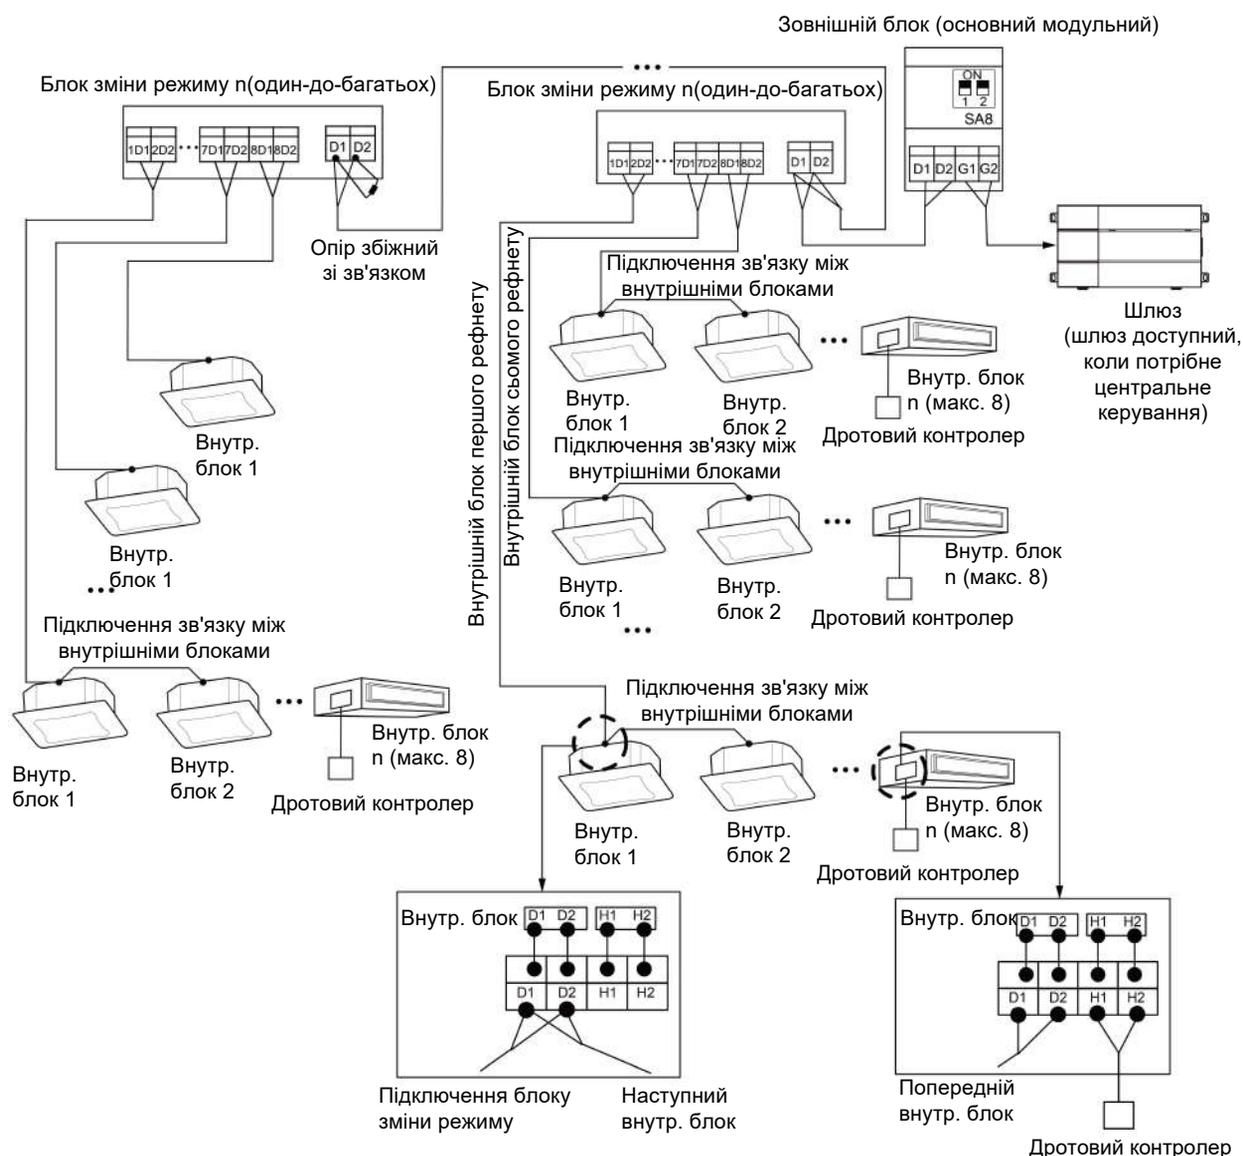

Рис.5.3.3
- (1) Відкрийте кришку електричної коробки внутрішнього блоку.
- (2) Протягніть кабель зв'язку через гумове кільце.
- (3) Під'єднайте кабель зв'язку до монтажної плати OD (D1, D2) блоку зміни режиму зовнішнього блоку.
- (4) Протягніть кабель зв'язку від клем D1 і D2 4-розрядної монтажної плати внутрішнього блоку до монтажної плати ID1 (1D1, 1D2) блоку зміни режиму внутрішнього блоку ; ID2 (2D1, 2D2)ID-n(nD1, nD2), $n \leq 8$; Як показано на рис.5.3.3.